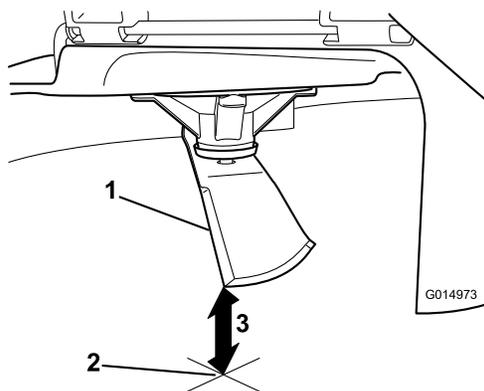

Figura 74
5. Misurate dalla punta della lama alla superficie piana (Figura 74).